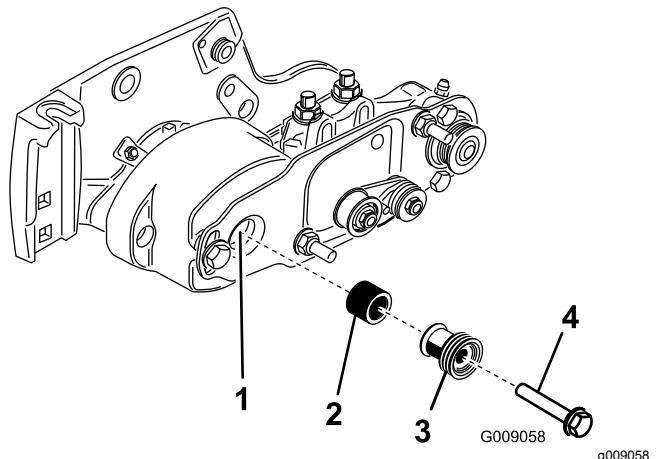

Bild 15
- Setzen Sie das Distanzstück auf die Welle im Lagergehäuse (Bild 15).
- Setzen Sie die Antriebsscheibe in das Distanzstück und auf die Antriebswelle (Bild 15). Stellen Sie sicher, dass die Riemscheibennasen im Schlitz in der Antriebswelle sitzen.
- Befestigen Sie die Riemscheibe und das Distanzstück mit einer Bundkopfschraube (3/8 x 2") an der Antriebswelle (Bild 15).